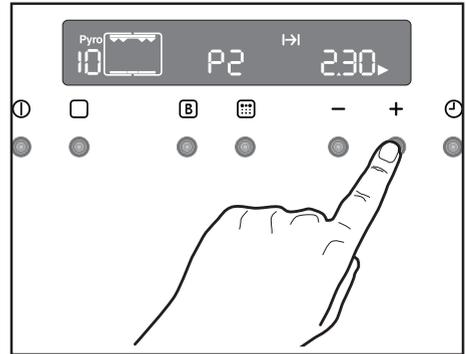

Fig. 19
2. Le symbole de la Durée de cuisson **|→|** clignote pendant 5 secondes ; pendant ce temps, appuyez sur la touche **+** ou sur la touche **---** pour sélectionner la fonction pyrolyse 1 (P 1) ou 2 (P 2) (Fig. 19).